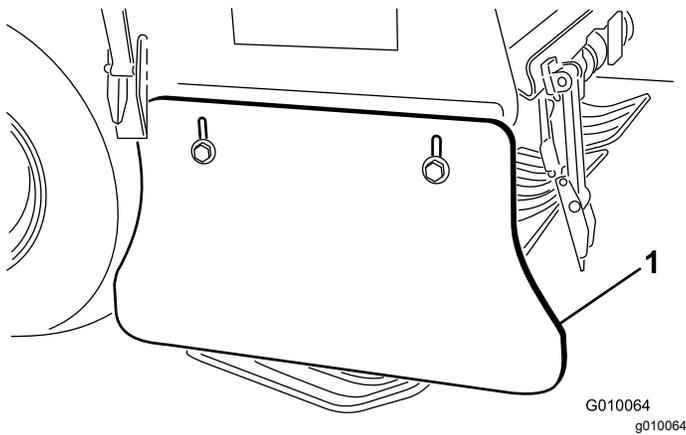

Bild 67
2. Lösen Sie die Schrauben und Muttern, mit denen das seitliche Schutzblech am Rahmen befestigt ist (Bild 67).